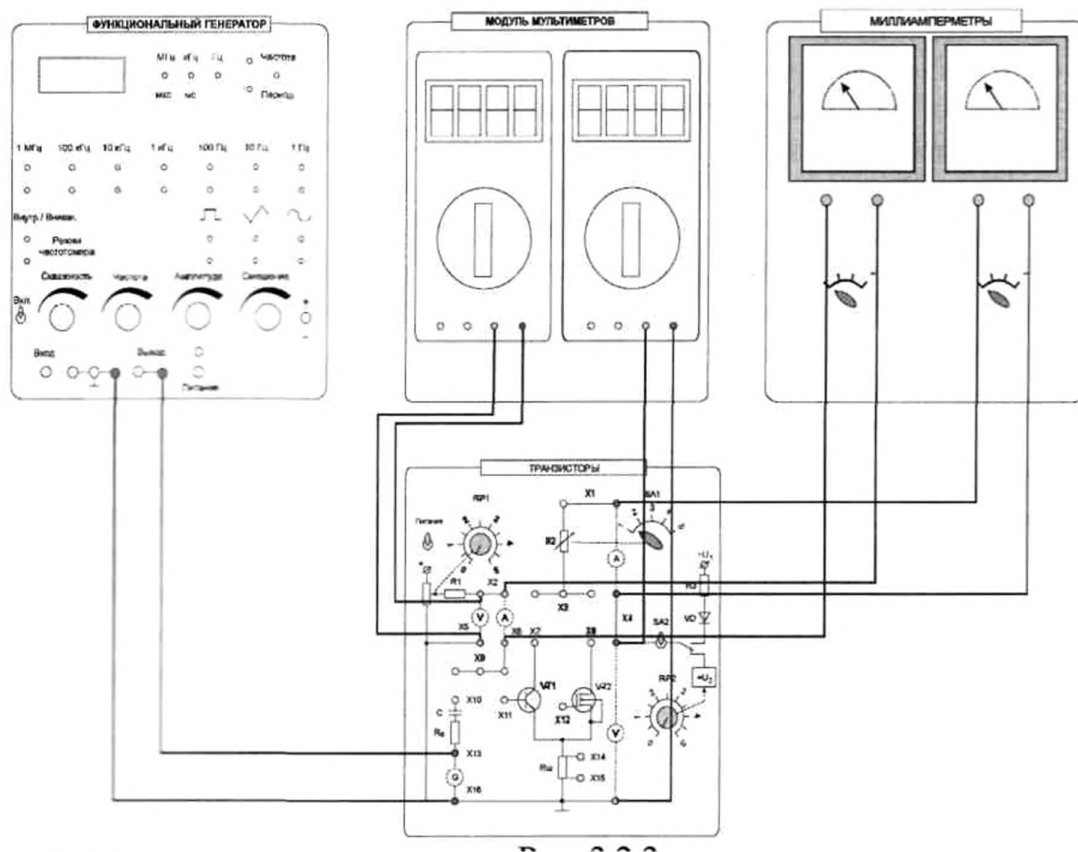

Рис. 3.2.3.
Основными характеристиками транзистора, включенного по схеме с общим эмиттером, являются статическая характеристика прямой передачи по току $I_K = f(I_B)$ при $U_K = \text{const}$, статическая выходная характеристика $I_K = f(U_{KЭ})$ при $I_B = \text{const}$ (рис. 3.2.3), а также статическая входная характеристика $I_B = f(U_{Ба})$ при $U_{KЭ} = \text{const}$.
3.1 Ознакомиться с лабораторным модулем для исследования транзисторов. Собрать схему для снятия характеристик биполярного транзистора (рис. 3.2.3). Между гнездами X2 и X6 включить миллиамперметр и соединить перемычкой гнезда X9-X11. Между гнездами X1-X4 включить второй миллиамперметр модуля миллиамперметров. Соединить перемычкой гнезда X3-X7. Между гнездами X2-X5 и X4-X16 включить мультиметры в режиме измерения постоянного напряжения. Тумблер SA2 установить в нижнее положение.